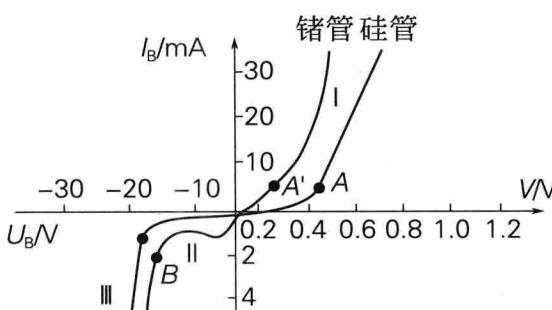

图 1-1 二极管的伏安特性曲线
二极管最主要的特性是单向导电性，其伏安特性曲线如图 1-1 所示。
① 正向特性。加在二极管两端的正向电压 (P 为正、N 为负) 很小时 (锗管小于 0.1V，硅管小于 0.5V)，二极管不导通处于“死区”状态，当正向电压超过一定数值后，二极管才导通，电压再稍微增大，电流急剧增加 (见图 1-1)。不同材料的二极管，起始电压不同，硅管为 0.5~0.7V (图 1-1 中的 A 点)，锗管为 0.1~0.3V 左右 (图 1-1 中的 A' 点)。